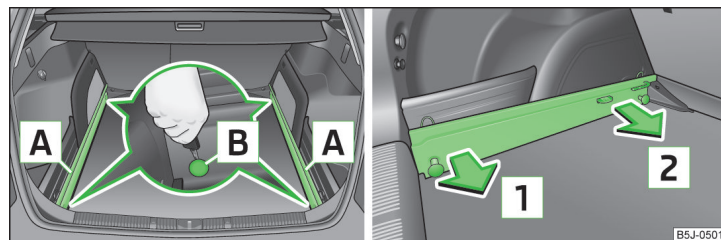

Fig. 69 Aflojar los puntos de seguridad/retirar los carriles portantes
- Suelte los puntos de retención **B** » fig. 69 en las guías portantes con la llave del vehículo o con un destornillador plano.
- Presione los dos puntos de fijación **B** » fig. 69 en cada guía portante hasta el tope.